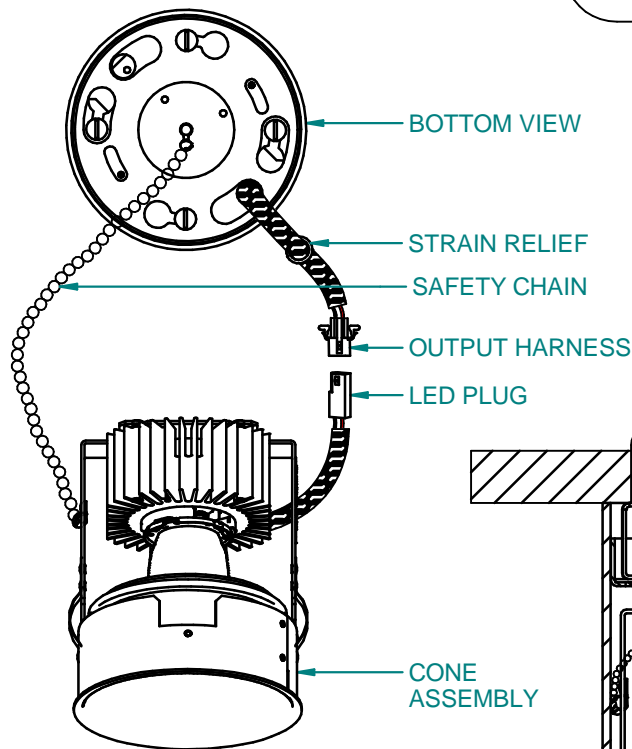

Fig. 18
7. Installation de l'ensemble du cône du module à DEL. (Voir fig. 18)